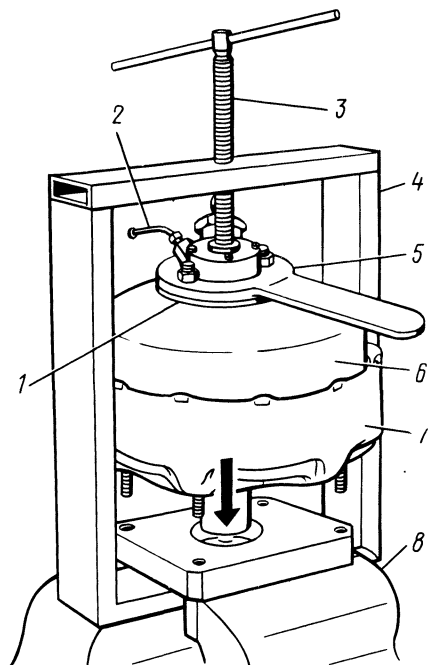

Рис. 188. Приспособление 6999-7567 для разборки и сборки усилителя:
10. Закрепите на шпильках крышки 6 (рис. 188) корпуса специальную заглушку 5 с ручкой для поворота крышки и с трубкой 2 для подключения вакуумметра. Закрепите заглушку двумя гайками.
2. Конец трубки 2 (см. рис. 188) в заглушке 5 соедините шлангом с вакуумметром.